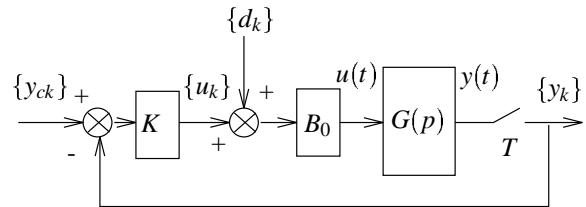

Figure 3: Régulation numérique
4. La même régulation est maintenant effectuée par un calculateur numérique comprenant un bloqueur d'ordre 0 (figure 3), avec une période d'échantillonnage $T = 2s$. Etablir les modèles (fonction de transfert en z et équations d'état) du procédé échantillonné en boucle ouverte.